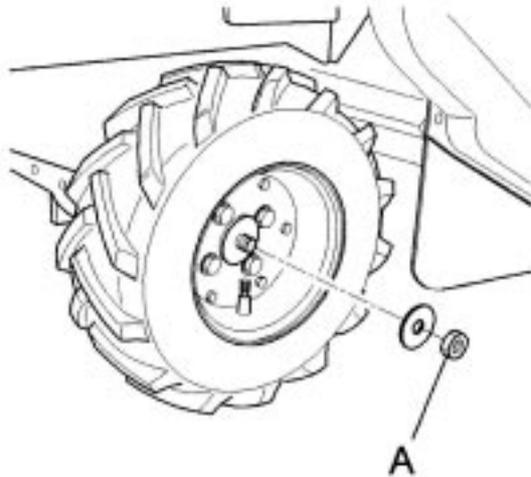

Fig. 7
- Enlever la roue indiquée fig, 7 en dévissant puis en enlevant la vis de fixation centrale (fig. 7, réf.A)